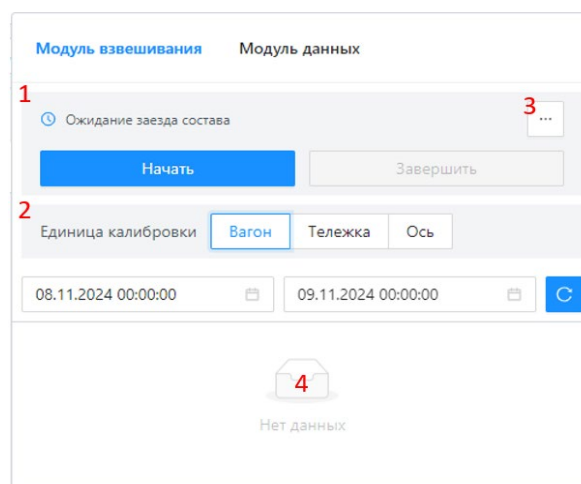

Рисунок 35 – Модуль взвешивания
9. На панели управления модулем взвешивания (Рисунок 35, цифра 1) если модуль взвешивания настроен на «Ручной» режим, то для взвешивания состава нажмите кнопку «Начать» и после проезда состава нажмите кнопку «Завершить». Если модуль взвешивания в «Автоматическом» режиме, то необходимо дождаться проезда состава.
10. Если взвешивание было выполнено ранее, то есть возможность выполнить взвешивания из файла сигнала (*.etlm). Для выполнения взвешивания из файла, нажмите кнопку «...» (Рисунок 35, цифра 3), «Взвешивание из файла» и выберите нужный файл сигнала с расширением «.etlm». После выполнения взвешивания состава в списке измерений (Рисунок 35, цифра 4) должна появиться запись.
11. Выберите единицу калибровки (Рисунок 35, цифра 2) Единица калибровки должна соответствовать тому, масса чего была указана при создании эталона: вагон, тележка или ось. Обычно это вагон.